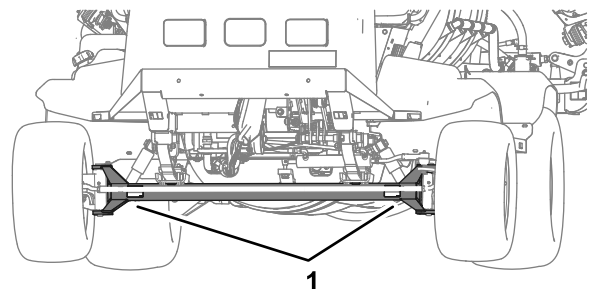
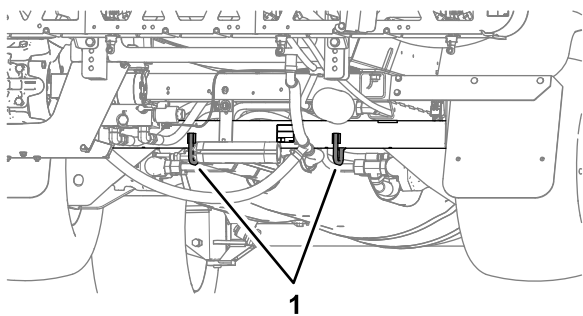

Figure 90
Figure 91
- Arrimez solidement la machine sur le véhicule de transport ; la Figure 90 et la Figure 91 montrent les points d'attache de la machine.